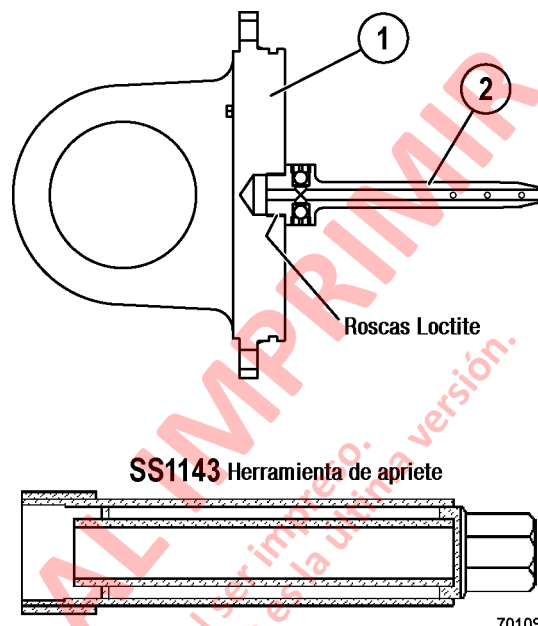
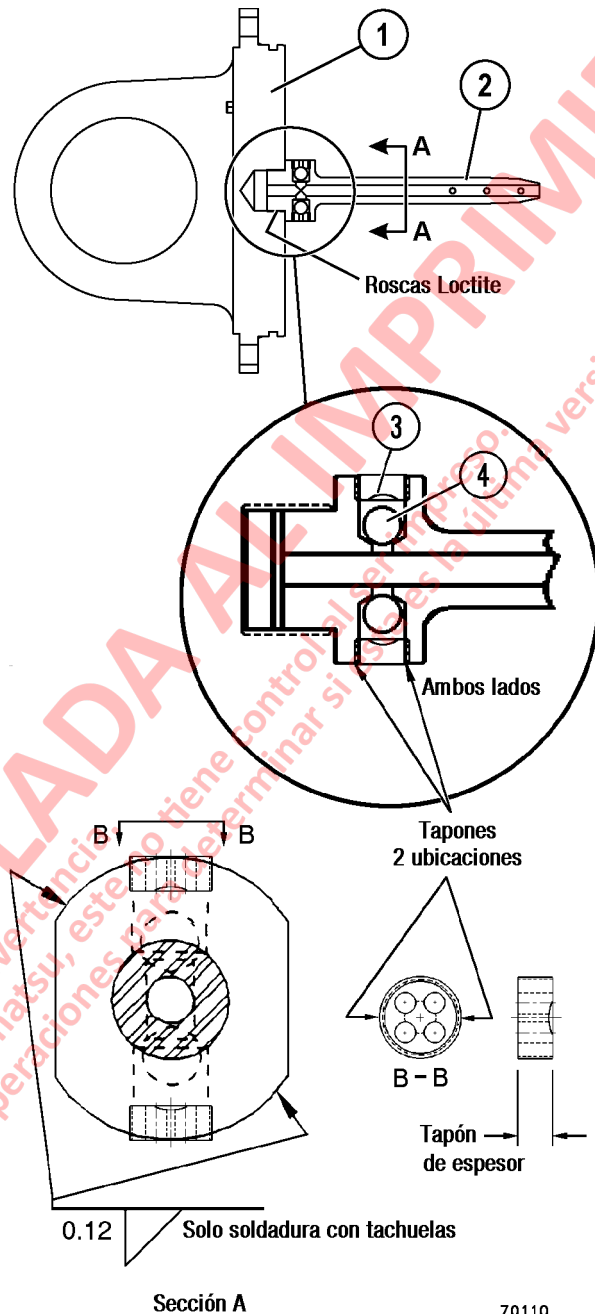

FIGURA 8-20. INSTALACIÓN DE LA ESPIGA REDUCTORA DE VELOCIDAD
FIGURA 8-21. INSTALACIÓN DE LA BOLA DE RETENCIÓN Y TAPÓN
4. Revise el apriete del conjunto de la espiga reductora de velocidad (2, Figura 8-20) en caso que no haya sido soldada por puntos previamente.
- a. Revise el apriete de la espiga reductora de velocidad con la herramienta especial SS1143 (Figura 8-20) y aplique un torque de apriete de **1 356 N·m (1,000 ft lb)**.
- b. Si la espiga reductora de velocidad se mueve, retírela del conjunto de la tapa (1). Limpie las roscas en la tapa y en la espiga reductora de velocidad.
1. Revise los tapones (3, Figura 8-21) y las bolas de retención (4) en la espiga reductora de velocidad durante cualquier reparación del cilindro para asegurarse de que los tapones estén apretados y que los asientos de bola no estén dañados. Consulte en montaje de las bolas de retención y tapones en la espiga reductora de velocidad, en la página siguiente.
2. Asegure el conjunto de la tapa (1) en un soporte firme. Asegúrese que las roscas en la tapa y en la espiga reductora de velocidad estén limpias, secas y libres de aceite y solvente.
3. Cubra las roscas de acople del conjunto de la tapa (1) y del conjunto de la espiga reductora de velocidad (2) con LOCQUIC® Primer T, (número de parte Komatsu TL8753) o equivalente. Espere que la pintura base se seque durante 3 a 5 minutos.
5. Instale la espiga reductora de velocidad. Utilice la herramienta SS1143 (Figura 8-20) para apretar la espiga reductora de velocidad a **1 356 N·m (1,000 ft lb)**. Deje que las partes curen por dos horas antes de exponer las áreas roscadas al aceite.
6. Suelde la espiga reductora de velocidad en dos puntos como se muestra en la Figura 8-21.
Las bolas de retención (4, Figura 8-21) en el costado del conjunto de la espiga reductora de velocidad (2), se mantienen en su lugar con tapones roscados (3).
- Si el área del asiento de la bola no está deformada, mida el espesor del tapón como se muestra en la Figura 8-21:
2. Cubra las roscas de empalme de ambos tapones (3, Figura 8-21) y el conjunto de la espiga reductora de velocidad (2) con LOCQUIC® Primer T (número de pieza Komatsu TL8753) o equivalente. Espere que la pintura base se seque durante 3 a 5 minutos.
4. Coloque las bolas de retención (4) en el tubo de la espiga reductora de velocidad e instale los tapones (3) con el lado cóncavo hacia la bola. Use la herramienta SS1158 para apretar los tapones a **95 N·m (70 ft lb)**. Deje que las partes curen por dos horas antes de exponer las áreas roscadas al aceite.
5. Fije las roscas del tapón en dos puntos entre los orificios, como se muestra en la Figura 8-21, para evitar que el tapón se suelte.